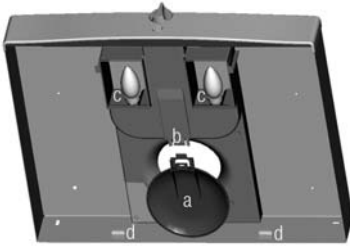

Abb. 2; a = Ventil, b = Ventilarm, c = Glühbirne, d = Anzapfpunkt.
Die Dunstabzugshaube ist mit zwei 25W-Glühbirnen ausgerüstet (siehe Abb. 2), die bei geöffneter Unterplatte unmittelbar zugänglich sind.
- Die Klappe in den Klappenarm einklicken (siehe Abb. 2).